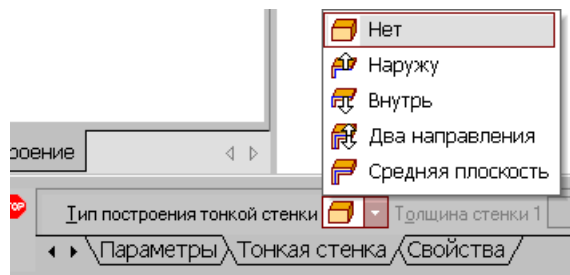

Рис.69 Тип построения тонкой стенки
7. Выберем тип построения модели без тонкой стенки с помощью списка на закладке Тонкая стенка панели свойств команды Вращение (рис.69).